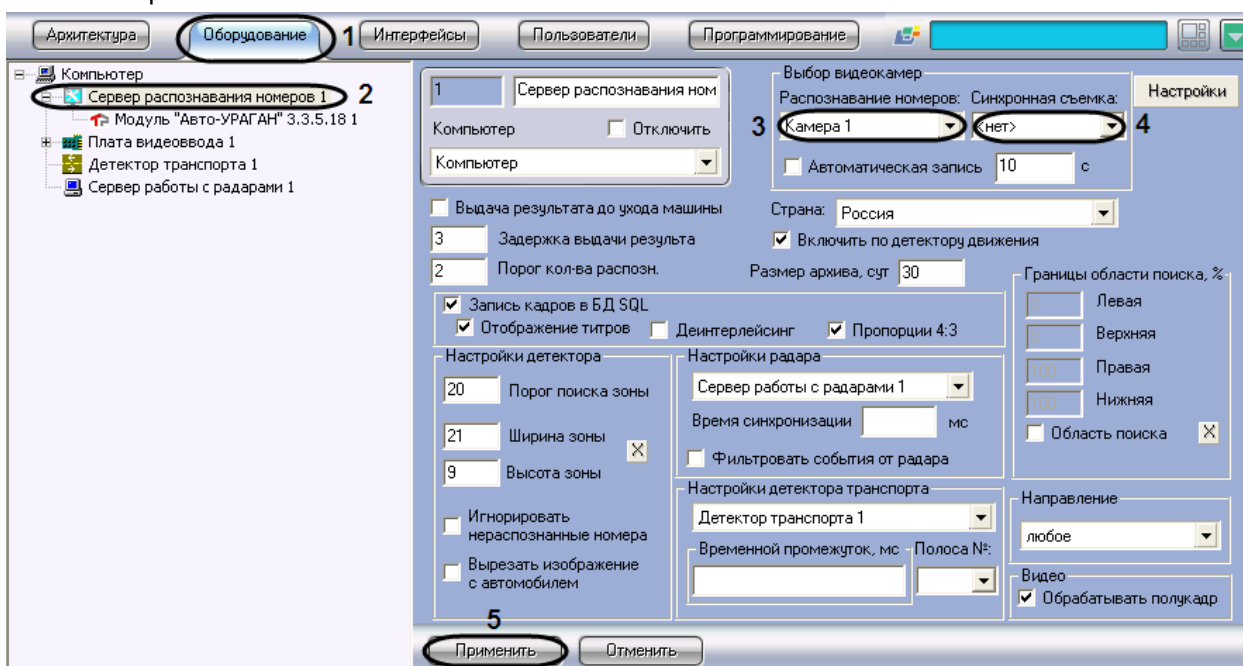

Рис. 7.2—5. Выбор объектов «Камера» для совместной работы с Сервером распознавания номеров
3. Выбрать требуемый объект «Камера» в поле «Распознавание номеров» (основная видеокamera для распознавания номеров) (см. Рис. 7.2—5, 3).
4. Выбрать требуемый объект «Камера» в поле «Синхронная съемка» (дополнительная синхронная видеокamera) (см. Рис. 7.2—5, 4).
5. Нажать кнопку «Применить» (см. Рис. 7.2—5, 5).